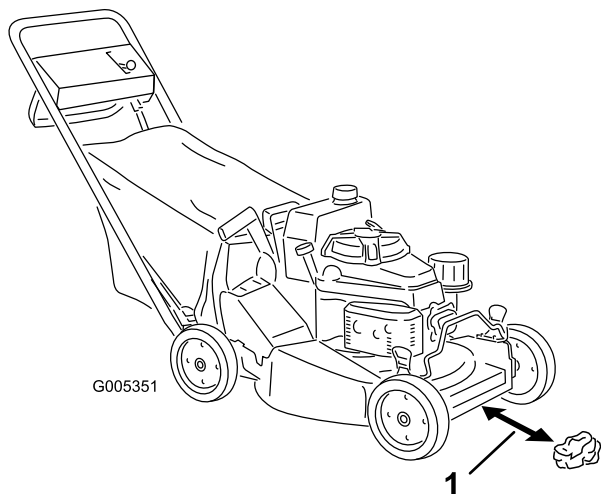
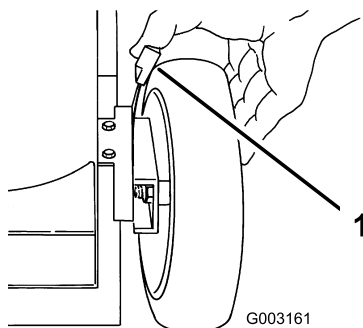

Figura 15
Figura 20
3. Ajuste las cuatro ruedas a la altura de corte de 64 mm (2-1/2 pulg.) (Figura 20).
4. Mueva el control de velocidad sobre el terreno a la posición de Punto muerto (N).
5. Tome media página de periódico y haga una bola con ella que sea lo suficientemente pequeña como para pasar por debajo de la plataforma (unas 76 mm o 3 pulgadas de diámetro), según muestra Figura 15.
6. Coloque la bola de papel de periódico a unas 12,7 cm (5 pulg.) por delante del cortacésped (Figura 15).
- A. Coloque la bola de papel de periódico a unas 12,7 cm (5 pulg.) por delante del cortacésped (Figura 15).
1. Tire de la palanca de ajuste de la altura de la rueda hacia la rueda (Figura 20) y muévela a la posición deseada.